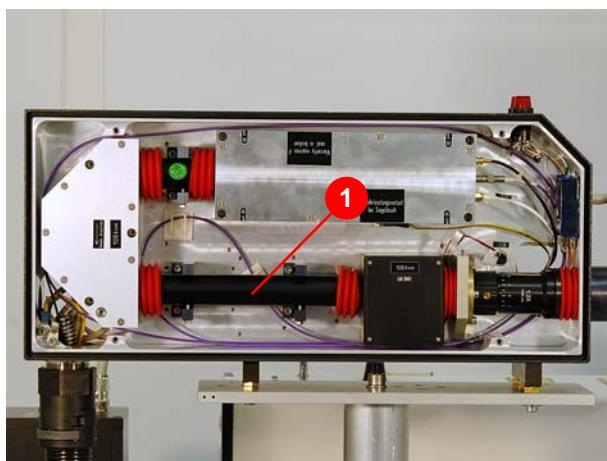

Abbildung 5.12 Strahlverrohrung demontieren
2. Strahlverrohrung (1) (Abbildung 5.12) des Laserkopfes ausbauen.